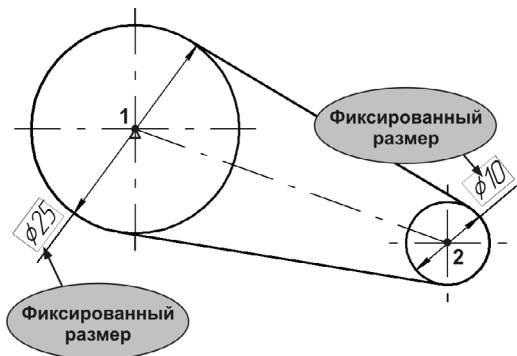

Рис. 59.41.
3. Постройте окружность радиусом 12,5 мм с центром в точке 1 (рис. 59.41). Активизируйте переключатель **С осями**. Затем постройте окружность радиусом 5 мм с центром в точке 2. Затем постройте осевую линию 1–2.